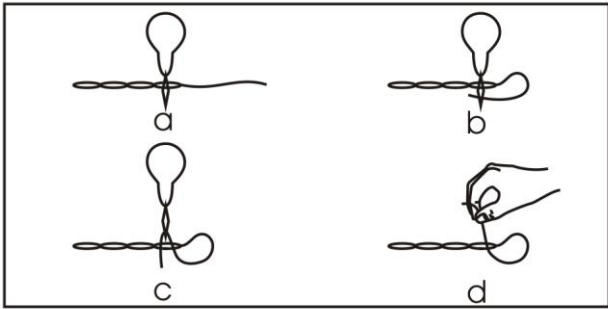

Рис. 7
- Переверните ткань на обратную сторону и протяните оставшиеся 3 дюйма нити и завяжите узел, следуя указаниям ниже (рисунок 7):